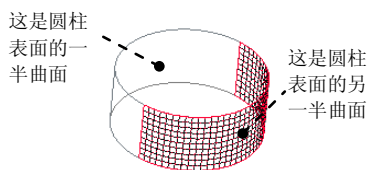

图 3.1.15 圆柱曲面的组成元素
(2) 在 **Creo** 软件中，一个完整的圆柱曲面由两个半圆柱面组成（图 3.1.15），在计算曲面与曲面、曲面与曲线的交点个数时，要注意这一点。